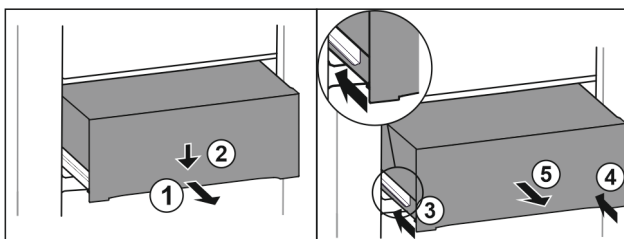

Fig. 111
- ▶ Изтеглете чекмеджето наполовина. Fig. 111 (1)
- ▶ Натиснете надолу чекмеджето от предната страна. Fig. 111 (2)
- ▶ Вкарайте лявата релса приблизително 2 cm навътре. Fig. 111 (3)
- ▶ Вкарайте дясната релса приблизително 2 cm навътре. Fig. 111 (4)
- ▶ Извадете чекмеджето напред. Fig. 111 (5)